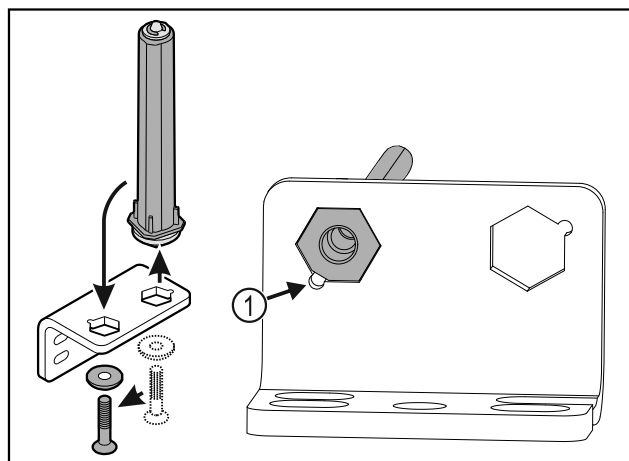

Fig. 29
- Βεβαιωθείτε ότι κατά την τοποθέτηση η λοξοτομή του πείρου είναι στραμμένη Fig. 29 (1) προς τη στρογγυλή οπή.